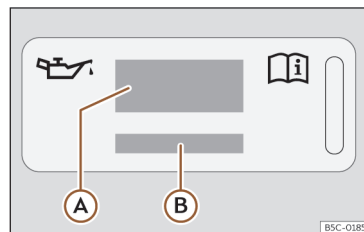

Abb. 233 Im Motorraum: Aufkleber mit Motoröl-Spezifikationen
Legende zur >>> (Abb. 233):
Wenn Motoröl nachgefüllt werden muss, verwenden Sie eines der auf dem Aufkleber angegebenen Motoröle >>> (Abb. 233). Der Aufkleber mit der vorgeschriebenen Motoröl-Norm befindet sich im vorderen Bereich des Motor-
- Wenn der Aufkleber mit den Motoröl-Spezifikationen >>> (Abb. 233) fehlt, wenden Sie sich an einen Fachbetrieb.